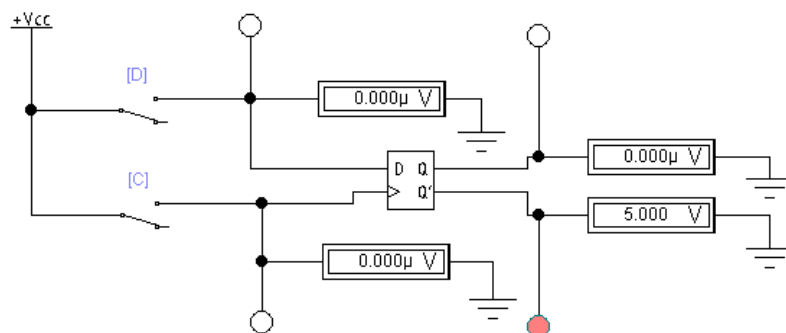

Fig. 5. Schema electrică pentru studierea bistabilului D sincron în regim static de lucru.
3.1. Construiți schema prezentată în Fig. 5.